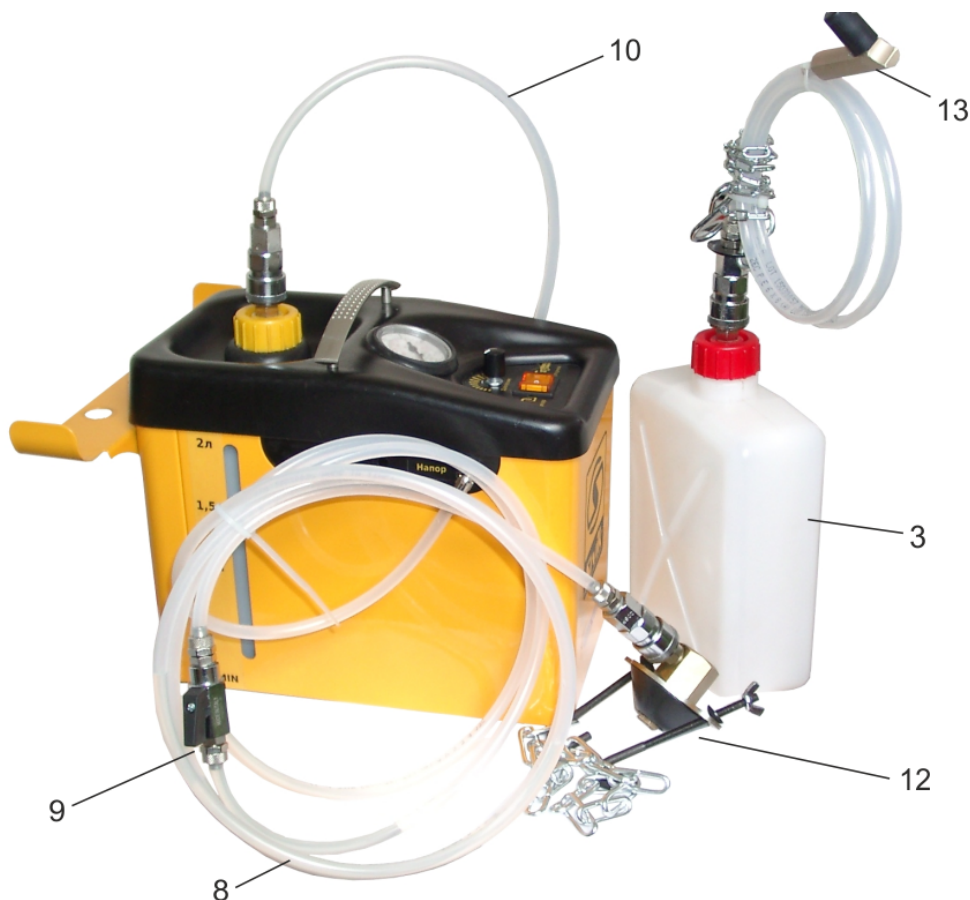

Рисунок 4 - Режим «Напор»
| 5. Регулятор давления | 12. Адаптер бачка (Рис. 4) |
| 6. Переключатель «НАПОР – ОТКАЧКА» | 13. Адаптер штуцера (Рис. 4) |
5. Отсоедините шланг (10) от канистры сбора старой жидкости и подсоедините его к штуцеру на установке (см. Рис. 4). Долейте в бачок тормозной системы автомобиля новой жидкости, переключив переключатель в положение «НАПОР». При достижении на баке установки уровня «МАХ», переведите переключатель в среднее положение. Закройте краник на шланге (8), отсоедините удлинитель.
6. Установите на бачок адаптер (12) соответствующего размера и зафиксируйте его с помощью цепочки из комплекта установки.
7. Подсоедините к адаптеру шланг (8) (см. Рис. 4). Переведите переключатель в положение «НАПОР», установите регулятором необходимое давление.
8. Плавнo откройте краник на шланге (8) и убедитесь, в герметичности соединений адаптера.
10. Подсоединяйте адаптер штуцера (13) к штуцерам прокачки в соответствии с порядком прокачки тормозов конкретного автомобиля. Откройте штуцер прокачки и следите, как из системы выходит старая тормозная жидкость. Установка при этом будет поддерживать давление в системе, и выдавливать старую тормозную жидкость новой.
17. Снимите адаптер (12) с бачка автомобиля.